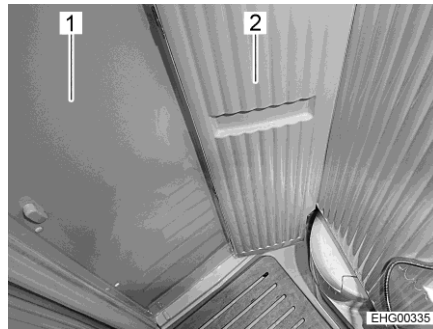
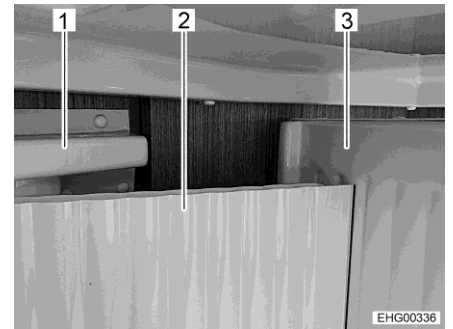

Fig. 166 Pared giratoria pequeña, girada
Fig. 167 Posición correcta de la pared giratoria pequeña
- Cerrar la puerta de célula de baño (Fig. 166,1 y Fig. 167,1).
▷ ¡Posicionar la pared giratoria pequeña (Fig. 166,2 y Fig. 167,2) **siempre delante** de la pared giratoria grande (Fig. 167,3)! **¡No** empujar a la pared giratoria pequeña a la posición **detrás** de la pared giratoria grande! De lo contrario existirá el riesgo de quedar encerrado en la célula de baño porque es posible que ya no se pueda abrir la puerta de célula de baño.
- Girar la pared giratoria pequeña (Fig. 166,2 y Fig. 167,2). La pared giratoria pequeña se encontrará en la posición correcta si está posicionada delante de la pared giratoria grande (Fig. 167,3).